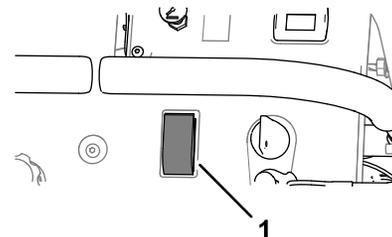

Figure 37
5. Placez la commande de la pompe de pulvérisation à la position MARCHÉ (Figure 37).